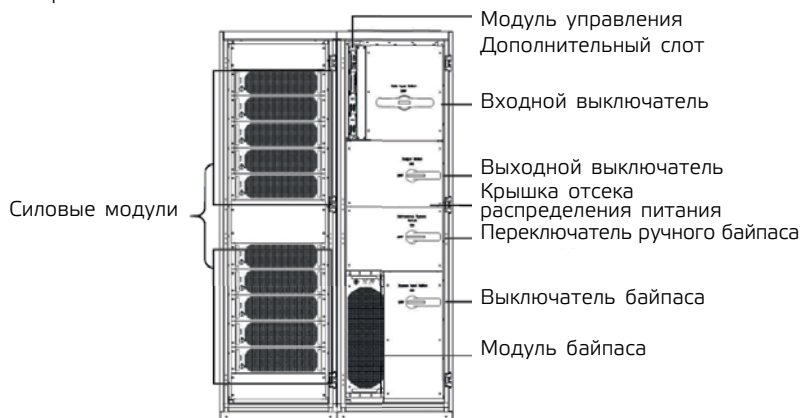

Рис. 1-10 Структура ИБП 500 кВА (полная конфигурация)
7. На рис. 1-10 показана конструкция ИБП мощностью 500 кВА при полной нагрузке. Передняя дверца ИБП открыта.